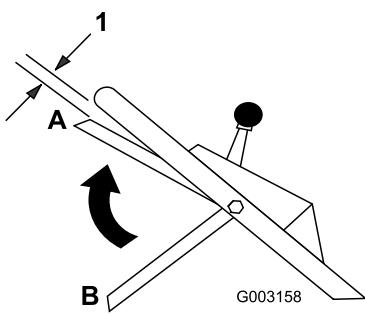

Рисунок 18
9. Поднимите штангу управления ножом вверх приблизительно на 2,5 см ниже рукоятки, см. положение А на Рисунок 18.